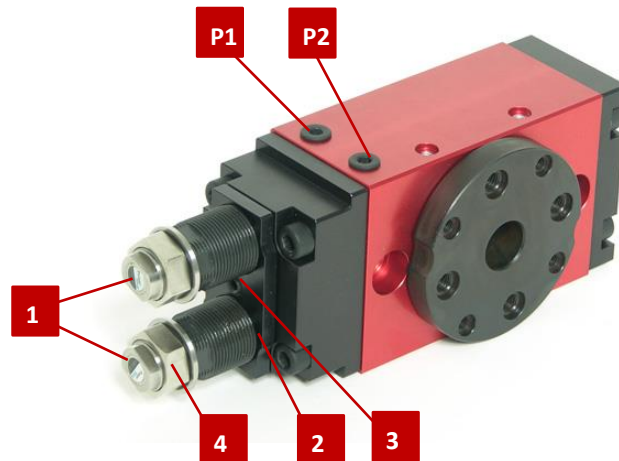

Abb. 20 Exemplarische Darstellung
2. Klemmung der Anschlaghülse mit Klemmschraube (Abb. 20, 3) lösen.
3. Vor- oder Rückstellung der Anschlaghülse (Abb. 20, 2) am Sechskant der Anschlaghülse drehen bis die Endposition stimmt.
5. Vor- oder Rückstellung der Anschlaghülse (Abb. 20, 2) am Sechskant der Anschlaghülse drehen bis die gewünschte Endposition erreicht ist.
6. Klemmung der Anschlaghülsen mit Klemmschraube (Abb. 20, 3) festziehen.
1. Sechskantmutter (Abb. 20, 4) am Stossdämpfer lösen.
2. Beide Stossdämpfer (Abb. 20, 1) am kleinen Sechskant ein- oder ausdrehen: